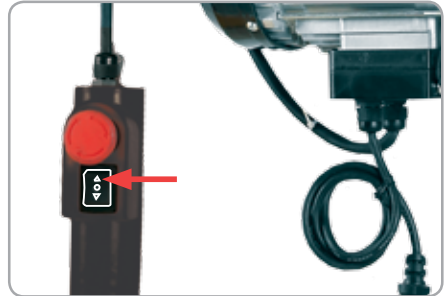

Fig.11
- Pentru a ridica sarcina apăsați butonul de ridicare al troliului electric (Fig.11).